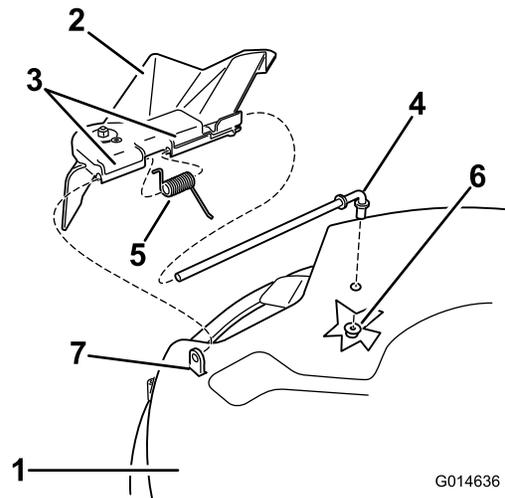
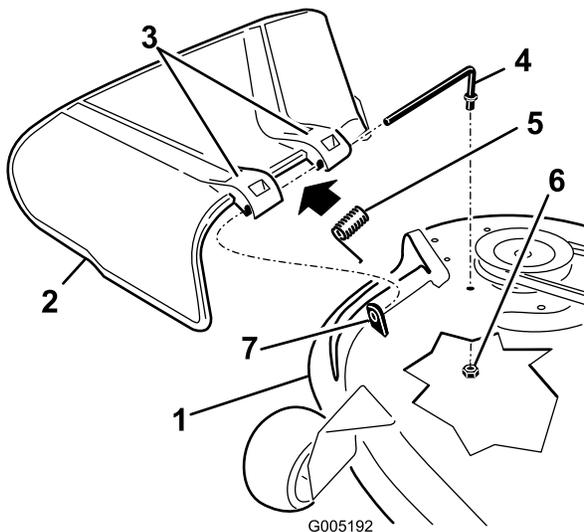

Figure 65
Figure 66
1. Retirez l'écrou (3/8 pouce) de la tige, sous le plateau de coupe (Figure 65 et Figure 66).
2. Sortez la tige de la courte cheville de positionnement, du ressort et du déflecteur d'herbe (Figure 65 et Figure 66).
4. Remettez en place le déflecteur d'herbe (Figure 65 et Figure 66).
7. Insérez la tige dans le deuxième support du déflecteur d'herbe (Figure 65 et Figure 66).
9. Fixez l'extrémité arrière de la tige dans le plateau de coupe à l'aide d'un écrou (3/8 po), comme montré à Figure 65 et la Figure 66.